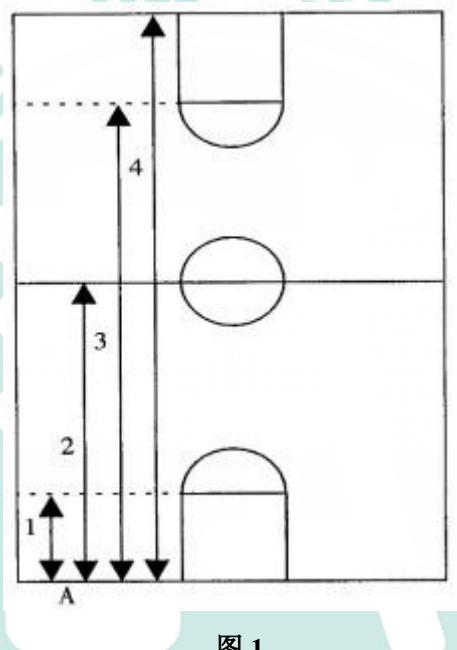

图 1
1) 测试方法: (如图 1 所示) 测试者 A 按 1、2、3、4 顺序跑完全程。从一侧端线开始, 听到信号后出发, 至近侧罚球线急停, 转身迅速折回至起跑的端线, 急停转身, 跑至中线, 折回端线, 急停转身跑向另一侧罚球线, 折回至原起跑的端线急停转身, 跑至另一侧端线, 折回冲刺至原起跑的端线。每一次折回都必须有一只脚踏线后方能折回, 否则, 第一次不踏线给予警告, 第二次不踏线则被判为犯规而取消该次测试成绩。
1) 测试方法：学生在投篮区域外进行 1 分钟投篮，考生必须以自投自抢的方式进行，投篮方式不限，记投中次数。每人测两次，记其中一次最佳成绩。投篮区域（如图 1 所示）：以端线的中点为圆心，以 5.8 米为半径画圆的以外区域。投篮时不得出现带球跑或两次运球，否则将被判为例，投中无效；投篮时，如出现脚踏线或者在投篮区域内投篮，则投中无效。